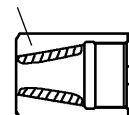

図6-6
(4)クランピングスリーブの内側(ジョーと接する面)にグリスを充分に塗布してください。(図6-6)